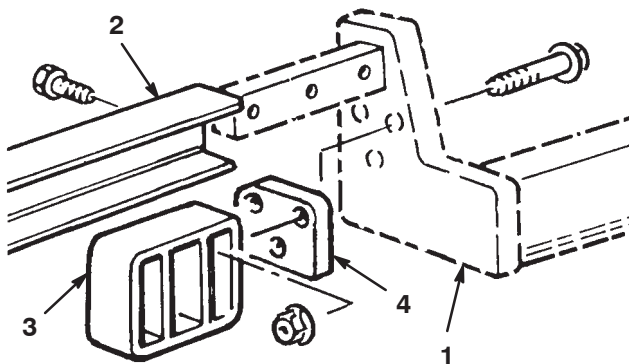

Bild 5
3. Befestigen Sie einen hinteren Wiegearm mit 3 Kopfschrauben (3/8 x 2 Zoll), Distanzstücken und Bundmuttern an jedem Hubarm, siehe Bild 5.